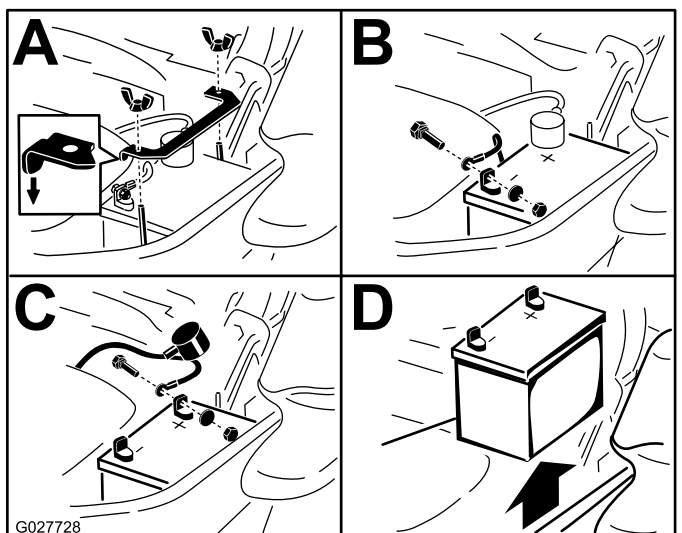

Figure 56
3. Retirez la batterie, comme montré à la Figure 56.
Remarque: Placez la batterie dans son support en tournant les bornes à l'opposé du réservoir hydraulique (Figure 56).